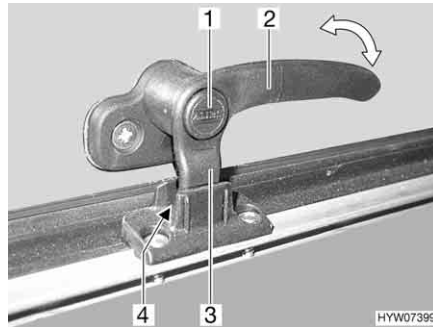
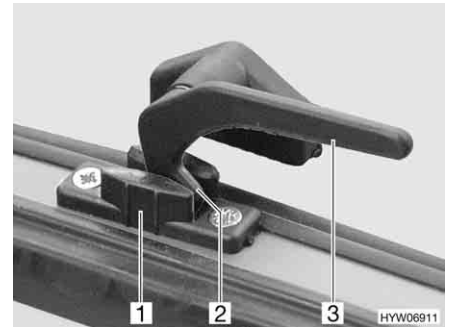

Fig. 99 Leva di serraggio con bottone di sicurezza in posizione "Aerazione continua"
Fig. 100 Leva di serraggio in posizione "Aerazione continua"
- In posizione di "Aerazione continua" (Fig. 99 e Fig. 100)
- Se presente, premere e tenere premuto il bottone di sicurezza (Fig. 99,1).
- Ruotare tutte le leve di serraggio (Fig. 99,2 o Fig. 100,3) di un quarto di giro verso il centro dell'oblò.
- Girare nuovamente all'indietro tutte le leve di serraggio. Contemporaneamente riportare il nasello di chiusura (Fig. 99,3 o Fig. 100,2) nella rientranza del bloccaggio dell'oblò (Fig. 99,4 o Fig. 100,1).